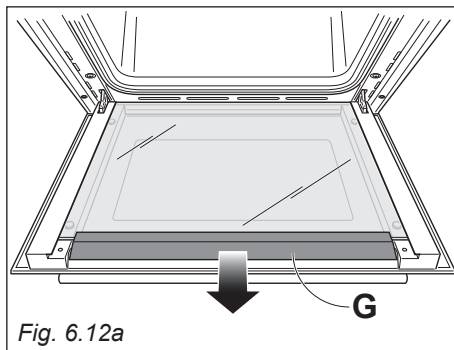

Fig. 6.12a
- Sfilare delicatamente il profilo superiore "G" della porta (fig. 6.12a).